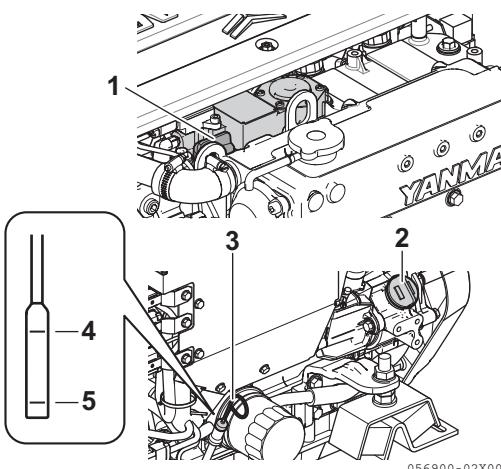

Figure 6
2. Enlevez la jauge (Figure 6, (3)) et nettoyez-la avec un tissu propre.
4. Enlevez la jauge. Le niveau de l'huile doit être compris entre les lignes supérieure (Figure 6, (4)) et inférieure (Figure 6, (5)) de la jauge.
1. Retirez le bouchon du port de remplissage d'huile jaune (**Figure 6, (1) (2)**) et remplissez avec de l'huile pour moteur.
2. Remplissez avec de l'huile jusqu'à la limite supérieure (**Figure 6, (4)**) sur la jauge (**Figure 6, (3)**).